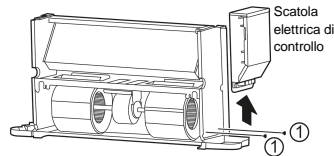

Figura 4-7 Rimozione della scatola elettrica di controllo
- f) Come mostrato nella Figura 4-7, rimuovere le viti ①\*2 per rimuovere la scatola elettrica di controllo.